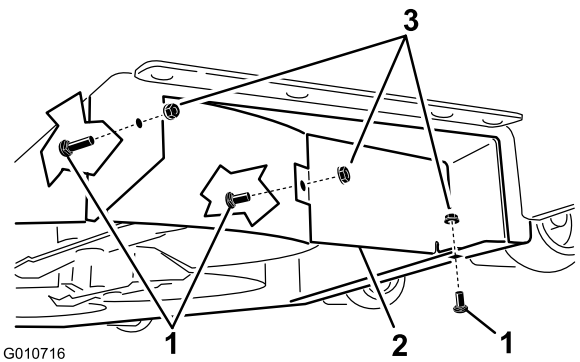

Figure 3
9. Trouvez la protection du déflecteur dans les pièces détachées. À l'aide de deux boulons de carrossier (5/16 x 3/4 pouce) et deux contre-écrous (5/16 pouce) sur le tablier, fixez la protection du déflecteur au déflecteur droit et au tablier de coupe, comme illustré à la Figure 3. Serrez les fixations à la main.